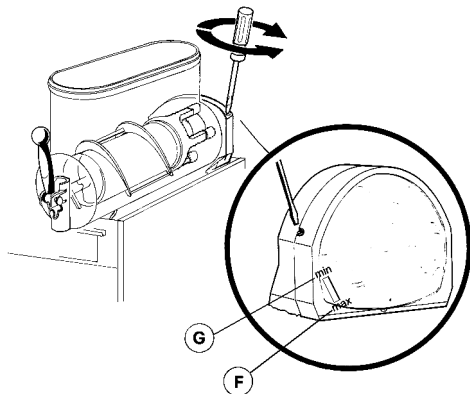

figura 6
**1 Regulación de la densidad:** la densidad óptima del granizado ha sido ya ajustada en fábrica. Si se quiere variar dicha densidad girar con un destornillador el correspondiente tornillo de ajuste situado en cada una de las paredes posteriores del distribuidor (ver figura 6):